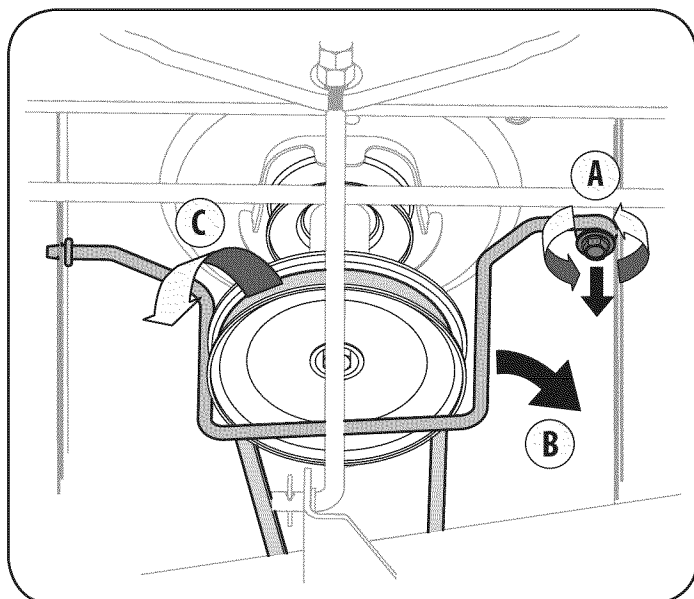

Figura 19
- Retire la correa (C) de alrededor de la polea del motor del tractor. Véase la figura. 19.